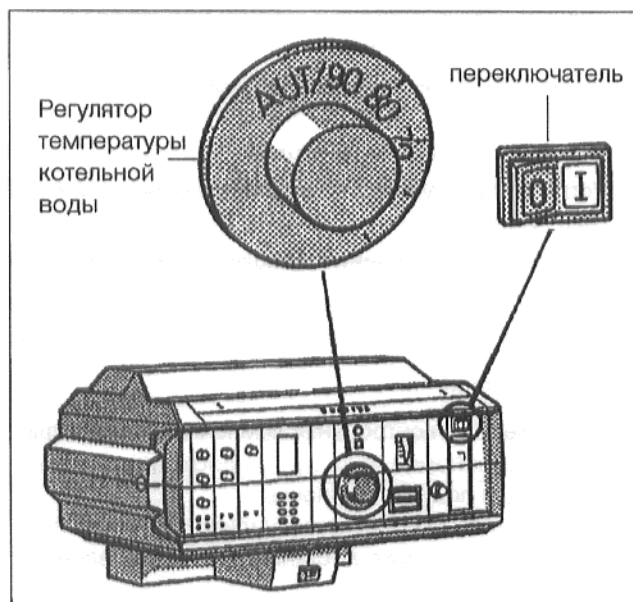

Рис. 2
- Установить переключатель режима работы (рис. 2) на поз. I „ВКЛ.“
- Установить регулятор температуры котельной воды (рис. 2) на желаемую температуру. У „Ecomatic-регулирования“ установить на „AUT“.
- Установить переключатель режима работы (рис. 2) на поз. 0 „ВЫКЛ.“